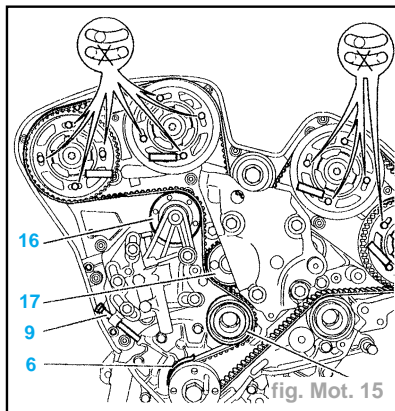

fig. Mot. 15
- Engager simultanément la courroie (fig. Mot. 15) :
- sur le galet (16),
- sur la pompe à eau (17),
- sur le galet (13).
- Approcher la vis (9) pour plaquer la courroie.
- Actionner le tendeur dynamique à l'aide de la vis (9) jusqu'à obtenir 83 ± 2 unités SEEM (fig. Mot. 15).